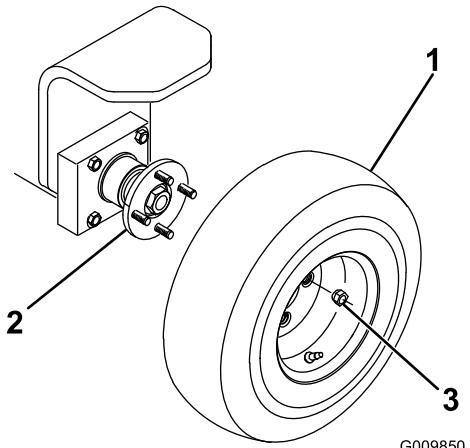

Figure 2
1. Montez l'ensemble roue sur le moyeu de roue arrière (Figure 2).
2. Montez les écrous de roue (Figure 2) et serrez-les à un couple de 61 à 88 Nm.